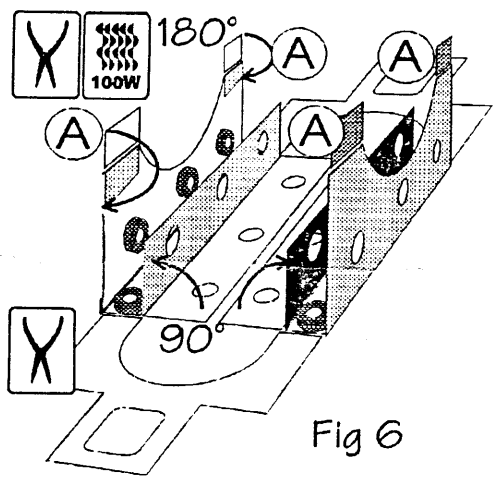

Fig 6
- 1.8 : Replier à 90° vers le haut les faces puis soudez-les en appui sur les guides A (Fig 6)